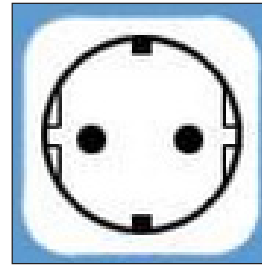

Abb. 24 - Schuko-Stecker
- eine Schuko-Steckdose mit Erdung und separatem Schutz (Abb. 24);